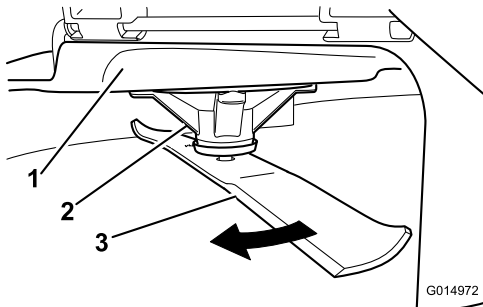

Figura 76
2. Purtați mâinile cu protecție corespunzătoare sau alte protecții adecvate pentru mâini și roțile încet lama într-o poziție care vă permite să măsurați distanța dintre marginea de tăiere și suprafața uniformă pe care se află maina (Figura 76).